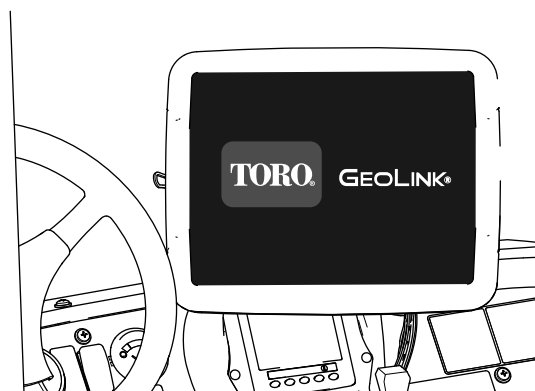

図 155
- 制御コンソールグラフィックスと文字が表示される 図 155。